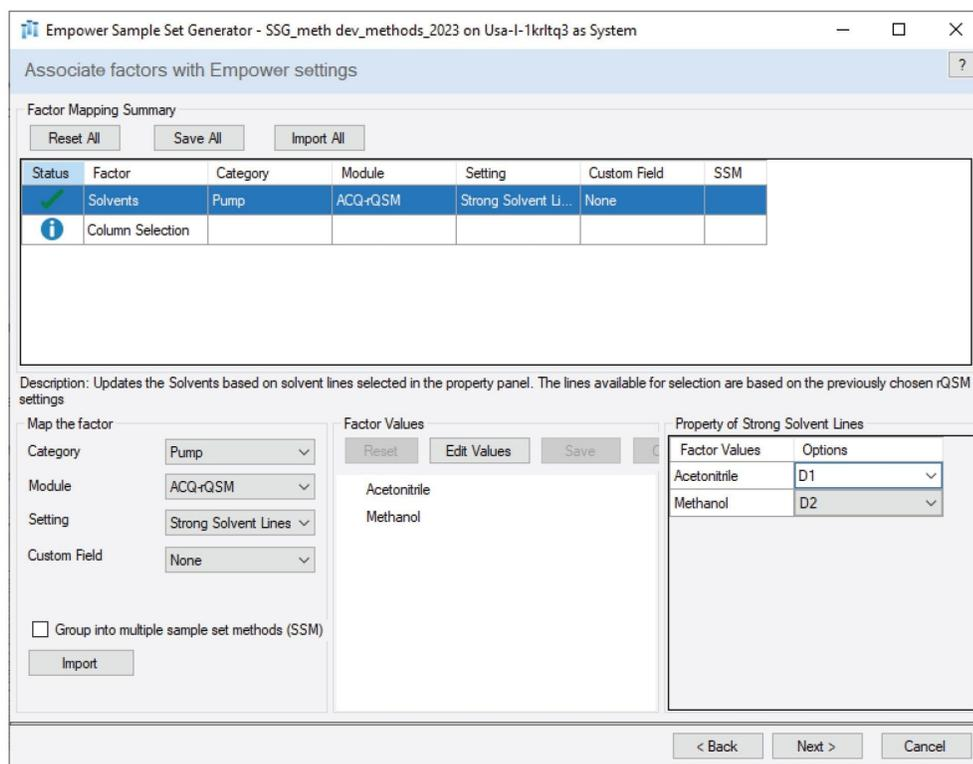
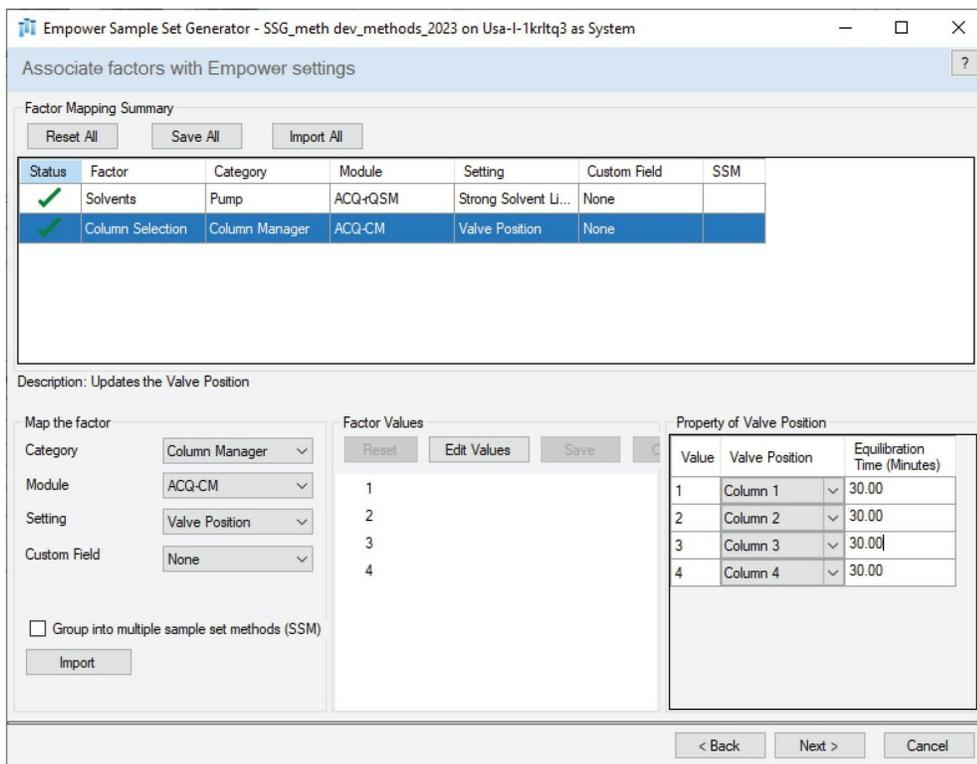

図 3. Empower SSG。有機溶媒の設定：ポンプおよび強溶媒ライン。
図 4. Empower SSG。カラム選択の設定：カラムマネージャーおよびバルブ位置。
- 溶媒（図 3）およびカラム（図 4）の Empower での設定に関連するファクターを、ポンプおよびカラムマネージャーモジュールにマッピングする